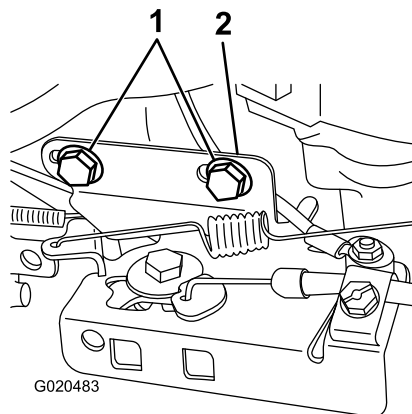

Figure 35
1. Desserrez les 2 boulons qui maintiennent le support de fixation du câble et faites glisser le support le plus loin possible vers la gauche, puis resserrez les 2 boulons (Figure 35).